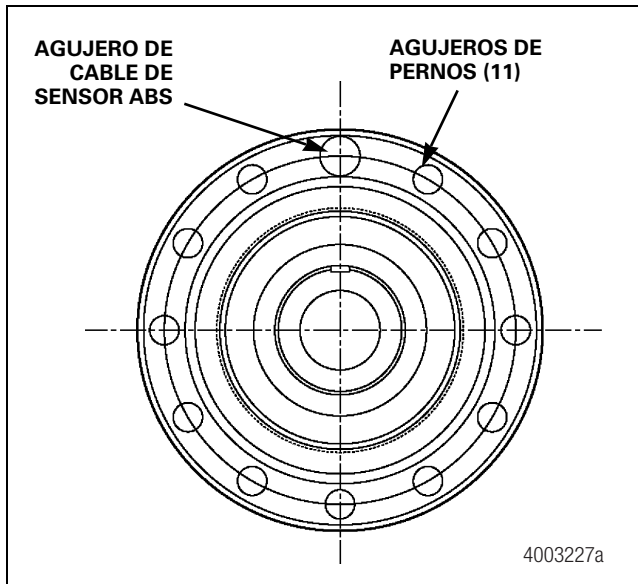

Figura 6.25
- **En bridas de 12 agujeros:** Fije el freno mediante la instalación de tornillos del diámetro correcto, 9/16 de pulgada (14.288 mm) a través de los 11 agujeros de 0.594 pulgada (15 mm). Apriete los tornillos a 130-165 lb-pie (176-224 N•m). Figura 6.25.